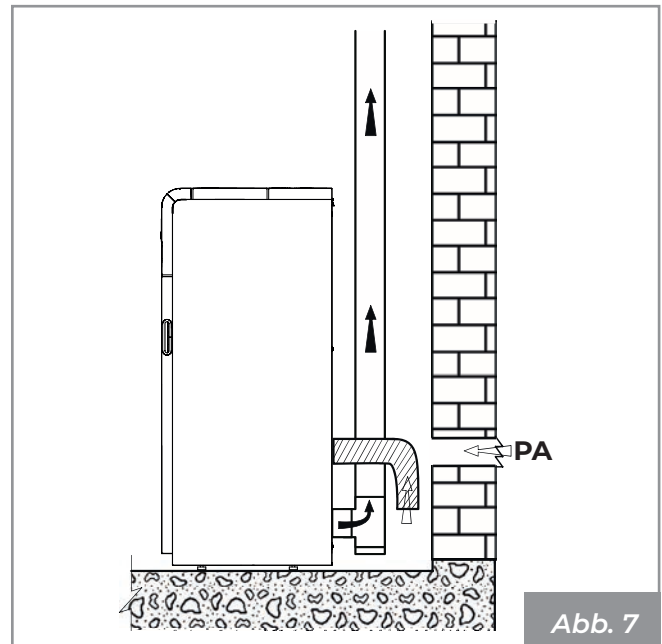
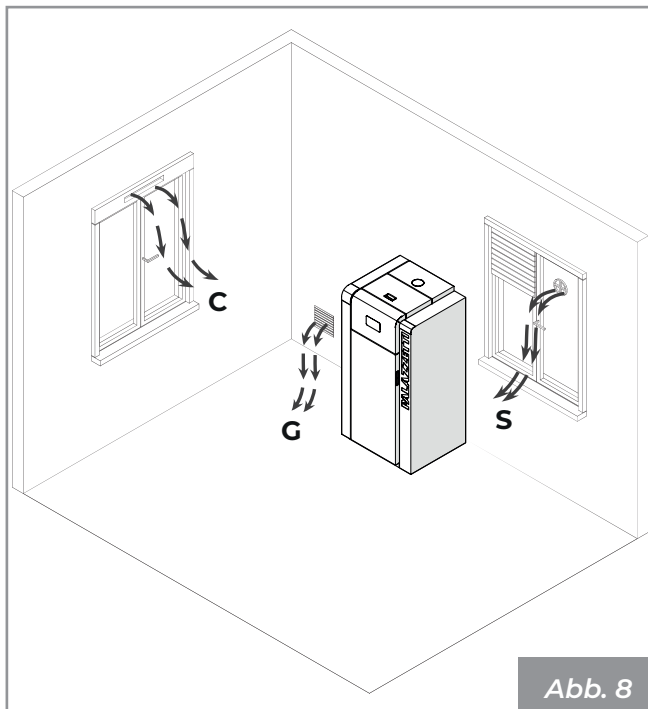

Abb. 7
Abb. 8
- aus der Installationsumgebung oder aus geeigneten Nebenräumen kommen (**Abb. 7 - Abb. 8**)
Machen Sie den Lufteinlass an der Wand (**Abb. 7 - PA** = Lufteinlass), und lassen Sie das Gerät frei, um Luft in den Raum anzusaugen.
Wenn es nicht möglich ist, der Lufteinlass im Raum anzusaugen, ist es möglich, das Außenloch in einem angrenzenden Raum zu machen, solange es dauerhaft mit einem Durchgangsgitter verbunden ist (**Abb. 8 - C** = Rollladenkasten, **G** = Gitter, **S** = Rollladen).